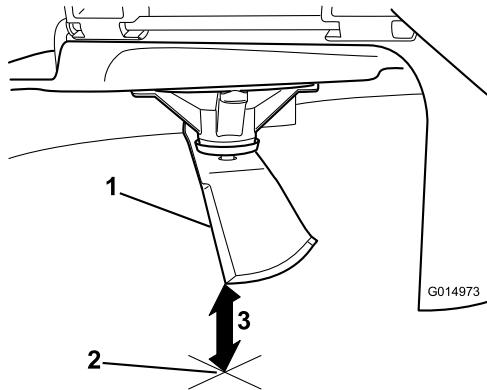

Bild 74
3. Messen Sie von der Messerspitze bis zu ebenen Fläche (Bild 74).